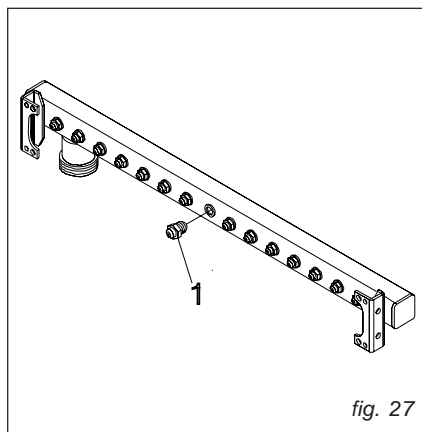

fig. 27
- smontare gli ugelli "1" fig. 27 del bruciatore principale e sostituirli con quelli di diametro corrispondente al nuovo tipo di gas (vedi tabella "UGELLI - PORTATE - PRESSIONI");